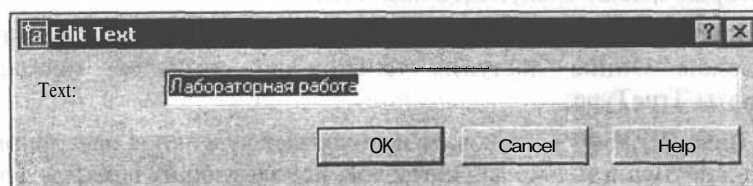

Рис. 9.12. Диалоговое окно редактирования однострочного текста
2. Выберите редактируемый текст. Появится диалоговое окно **Edit Text** (Редактирование текста) (рис. 9.12).